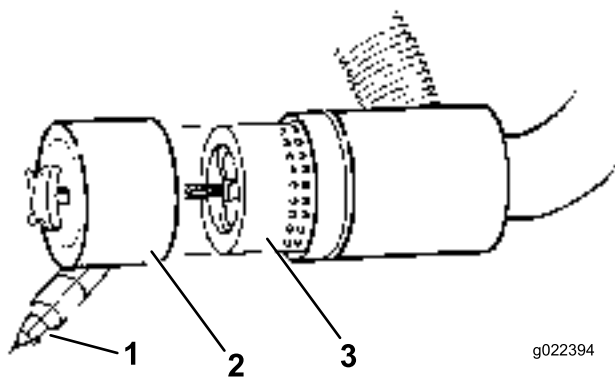

Figura 42
3. Retire y cambie el filtro (Figura 42).